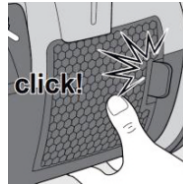

Рис. 52
5. Щоб закрити решітку фільтра, вставте виступи на нижній частині решітки з отворами на пиłosосі. Натисніть на виступи таким чином, щоб грати встала на місце з клацанням. (рис. 52)